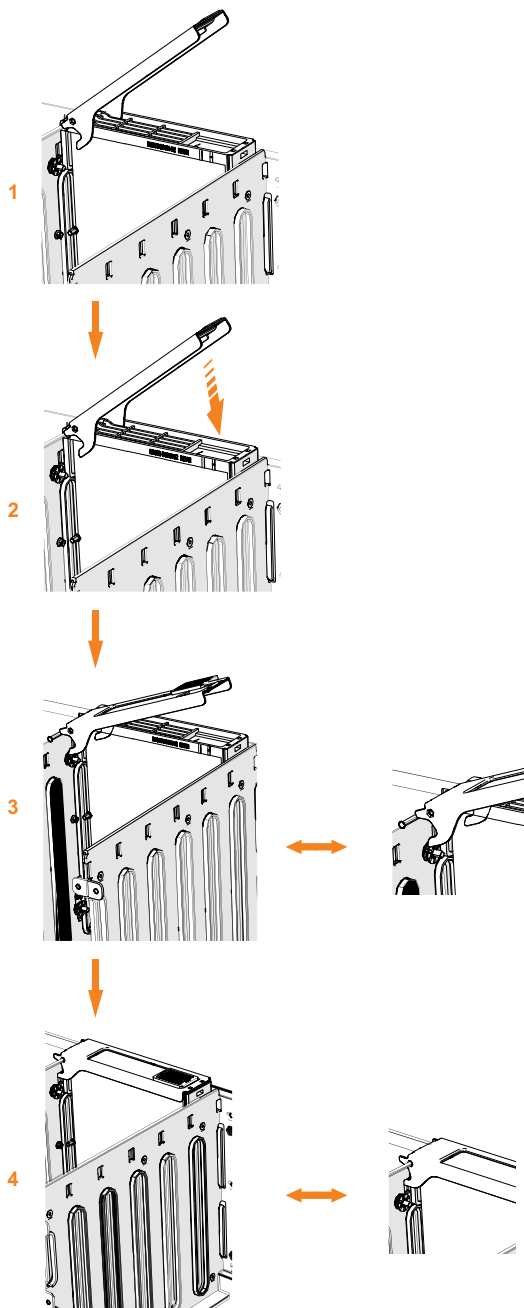

Figura 85. Sustitución de la unidad
6. Asegúrese de que el asa de la unidad (**1** en Figura 85 en la página 87) del conjunto de unidad está en la posición abierta (desbloqueada).
8. Empuje con cuidado la unidad hasta que se detenga y la parte inferior del mecanismo de cierre esté alineada con la parte superior de la partición. Compruebe que el tirador no tenga una abertura superior a los 45 grados con respecto a la portadora de la unidad. (**2** en Figura 85 en la página 87).
9. Gire el asa hacia abajo para bloquear el conjunto de unidad en el chasis (**3** en Figura 85).
11. Asegúrese de que la punta superior del pestillo está también totalmente engranada (**4** en Figura 85 en la página 87).